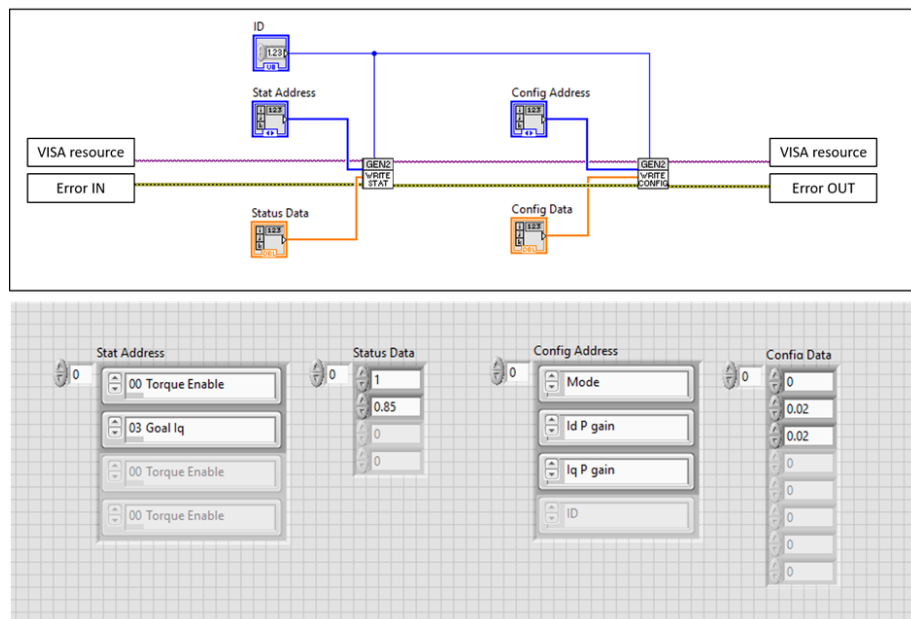

图 17: 数据写入
- 2) **数据写入**您可以分别使用 Write_Config 和 Write_Stat 这两个 subVI 来对支持的配置寄存器和状态寄存器进行数据写入，如图17所示。